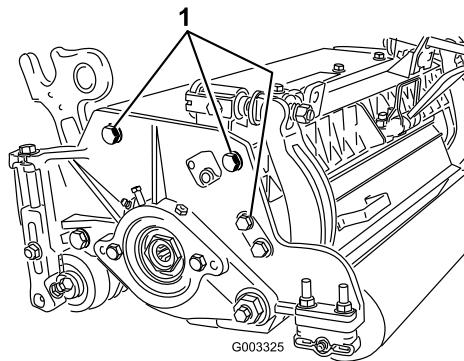

**Bild 11**
11), um die Halterungen der hinteren Rolle (Bild 11) auf die gewünschte Schnitthöhe einzustellen, siehe Schnitthöhtabelle.